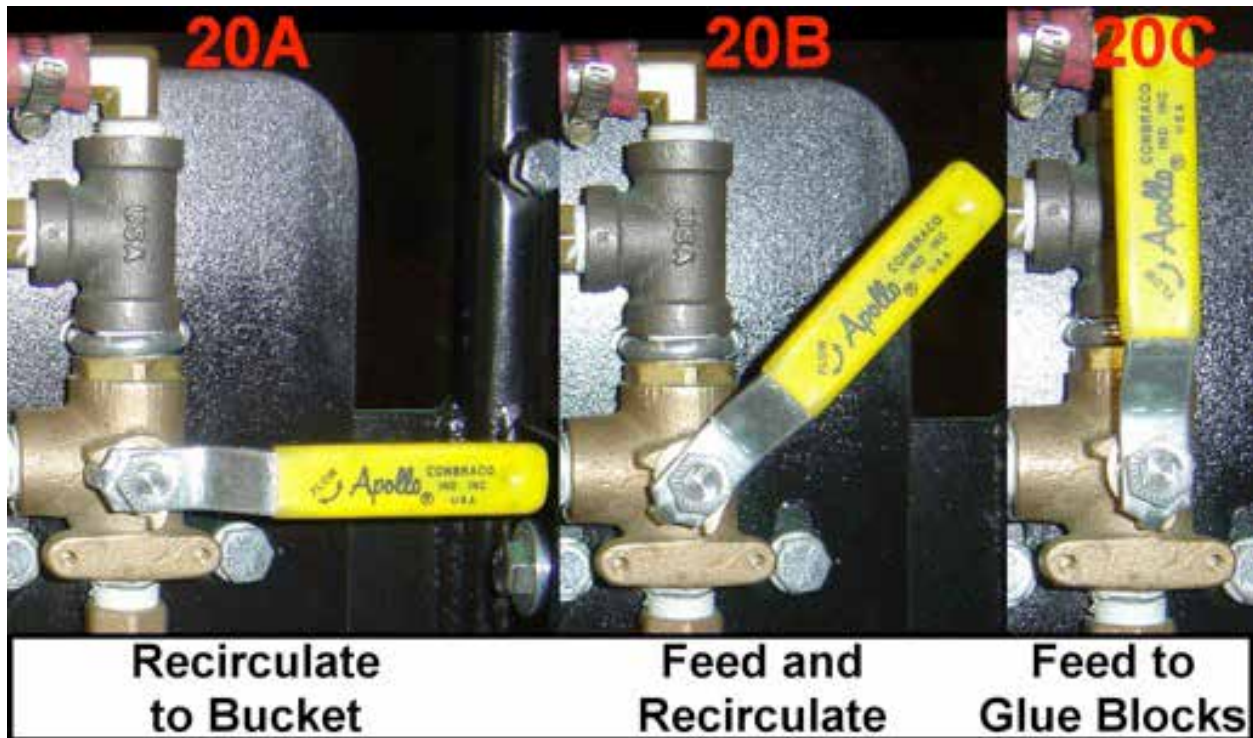

图 20 施胶系统操作
5. 将施胶控制阀推至位置 20A (图 20), 让胶水回流至桶中。启动压缩叶片, 让胶水能够在系统中循环约 3 分钟。